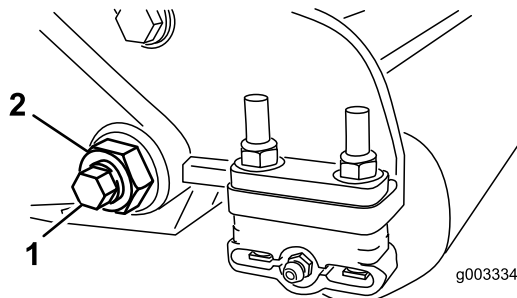
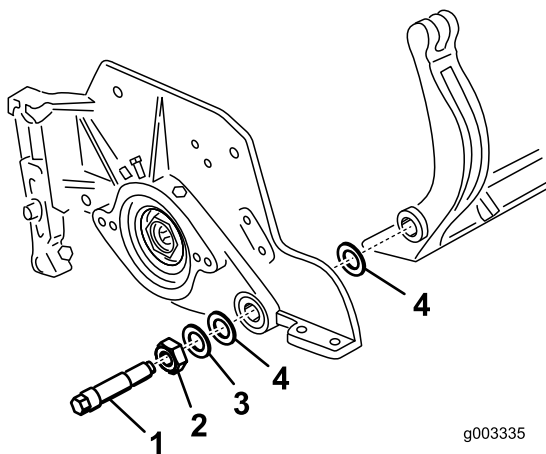

Figura 2
Figura 3
5. En cada lado de la máquina, afloje la contratuerca que sujeta el perno de la barra de asiento (Figura 2).
6. Retire cada perno de la barra de asiento, para poder tirar de la barra hacia abajo y retirarla de la máquina (Figura 2). Guarde las 2 arandelas de nylon y la arandela de acero troquelado de cada extremo de la barra de asiento (Figura 3).
9. Sujete la barra de asiento a cada chapa lateral con los pernos de la barra (con tuercas en los pernos) y las 6 arandelas. Debe colocarse una arandela de nylon en cada lado del saliente de la chapa lateral. Coloque una arandela de acero por fuera de cada arandela de nylon (Figura 3). Apriete los pernos de la barra de asiento a 37-45 Nm. Apriete las contratuercas hasta que la arandela de acero exterior deje de girar, y la holgura quede eliminada, pero no apriete demasiado ni desvíe las chapas laterales. Las arandelas del interior pueden tener cierta holgura.